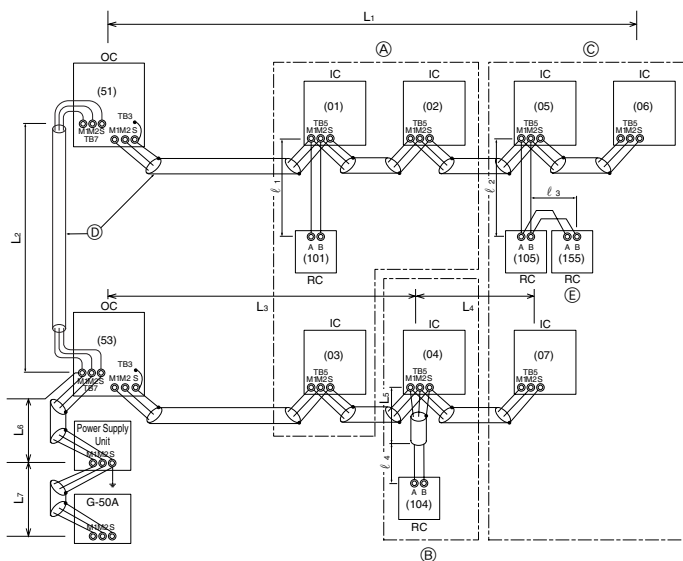

Fig. 6-2
- Контроллер ДУ “M-NET” (Fig. 6-2)